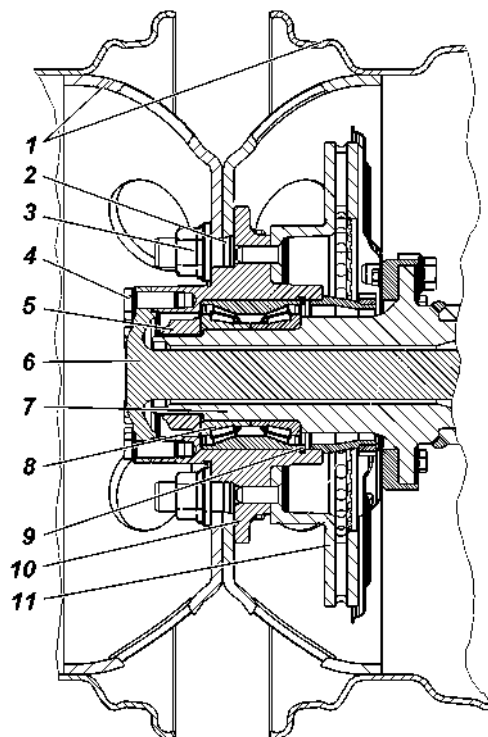

Рис. 9.20. Ступица заднего колеса:
2. Снимите колесо. Демонтируйте полуось 6 (рис. 9.20) заднего моста.